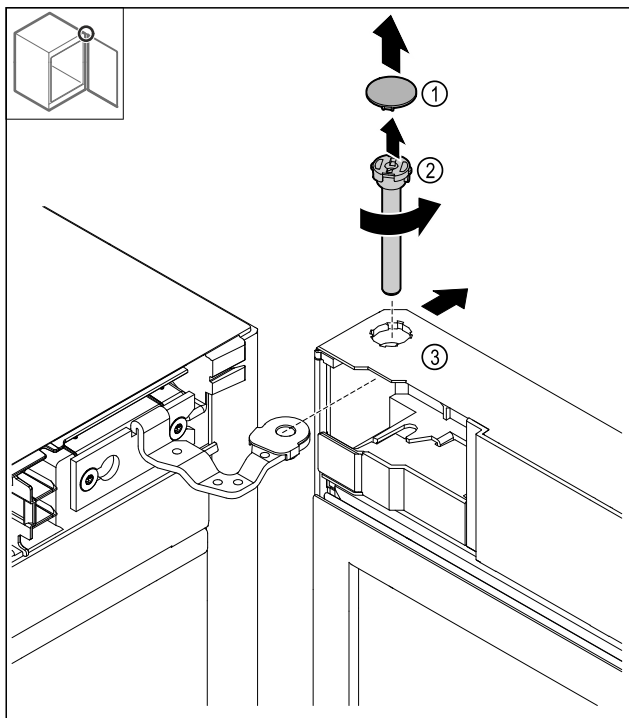

Fig. 19
- Noņemiet pārsegu Fig. 19 (1).
- Atskrūvējiet un izvelciet tapu Fig. 19 (2), griežot pretēji pulksteņrādītāja kustības virzienam.
- Sagāziet mazliet durvis Fig. 19 (3).